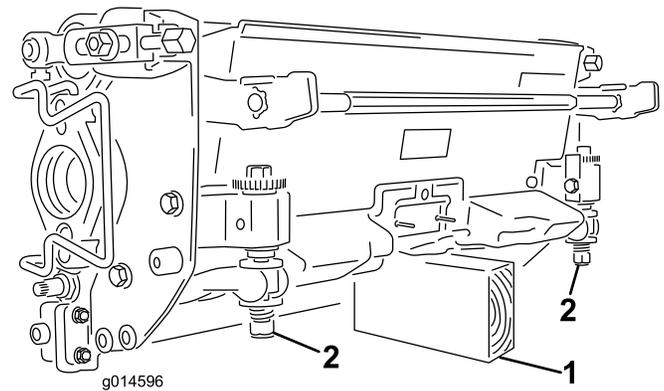

Рисунок 51
**Внимание:** Если необходимо наклонить режущий блок, подложите опору под заднюю часть режущего блока, чтобы гайки регулировочных винтов неподвижного ножа не упирались в рабочую поверхность (**Рисунок 51**).